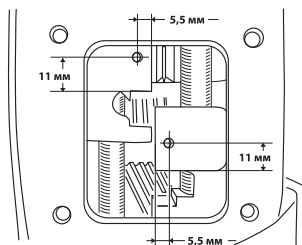

Рис. 11
- б.** в вилках переключения просверлите отверстия согласно Рис. 11.